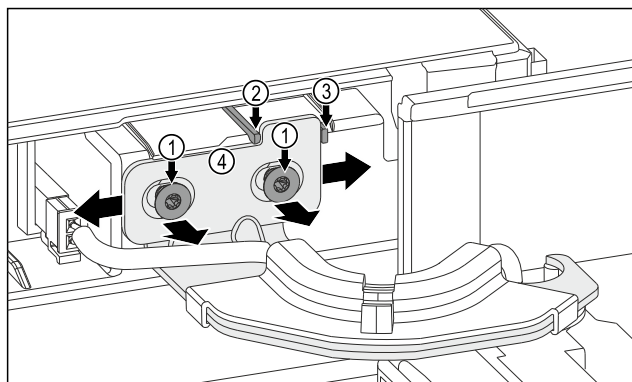

Fig. 11
- Allentare le due viti Fig. 11 (1).
- Spostare la porta verso destra: Rimuovere il nodo di sicurezza Fig. 11 (3).
- Spostare la porta verso sinistra: Rimuovere il nodo di sicurezza Fig. 11 (2).
- La posizione finale della porta è raggiunta: Stringere le due viti Fig. 11 (1).